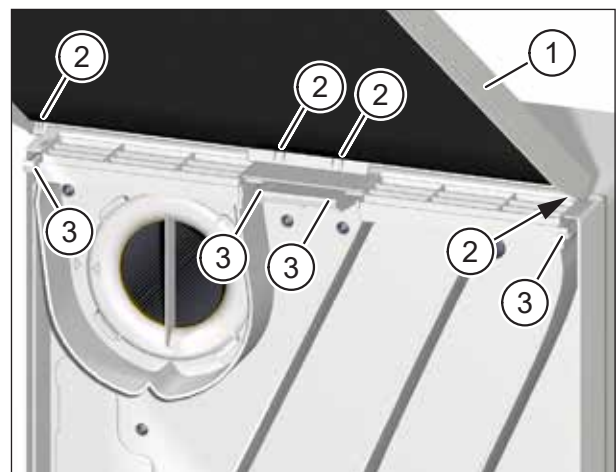

Abb. 20: Gerätedeckel auf Lüftungsgerät aufsetzen
- Fassen Sie den Gerätedeckel (Pos. 1 in Abb. 20) des Lüftungsgerätes mit beiden Händen und neigen Sie die Oberkante des Gerätedeckels in Richtung Lüftungsgerät.
- Setzen Sie die Nasen (Pos. 2 in Abb. 20) des Gerätedeckels in die Halterungen (Pos. 3 in Abb. 20) an der Oberseite des Lüftungsgerätes ein.